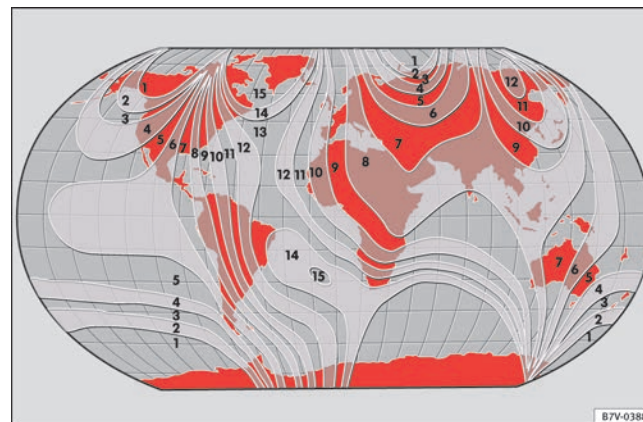

Fig. 36 Zonas magnéticas.
- Seleccionar la zona magnética correspondiente a la situación del vehículo ⇒ fig. 36.